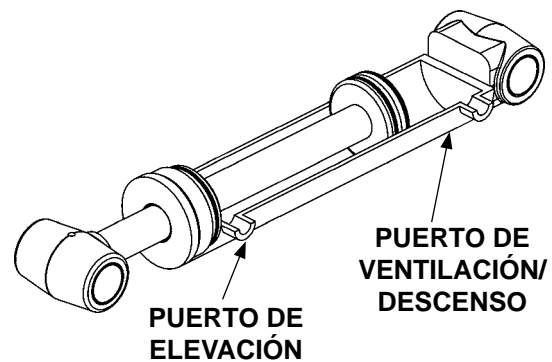

FIG. 35-1
4. Inspeccione el cilindro hidráulico. Con la plataforma sobre el suelo, retire el tapón (con respiradero) o línea de ventilación del puerto de ventilación/descenso del cilindro (**FIG. 35-1**). Eleve la plataforma hasta nivel de cama. Deje accionado el motor dos segundos más mientras inspecciona el puerto de ventilación/descenso en busca de fluido hidráulico; es normal que salgan unas cuantas gotas; sin embargo, si es un flujo constante significa que los sellos del pistón están desgastados. De ser así, reemplace los sellos.